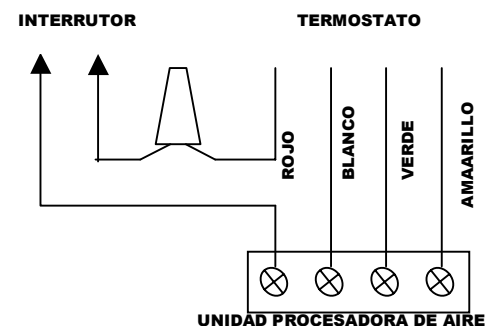

Figura 2: Alambrado
5. Alambrado del interruptor como se muestra en la figura 2, abajo.